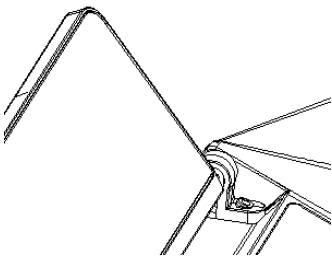

Рис.2
1. Поверните фиксирующую ручку консоли (9), как показано на рис. 2, чтобы опустить консоль вниз, а затем выверните ручку (5).